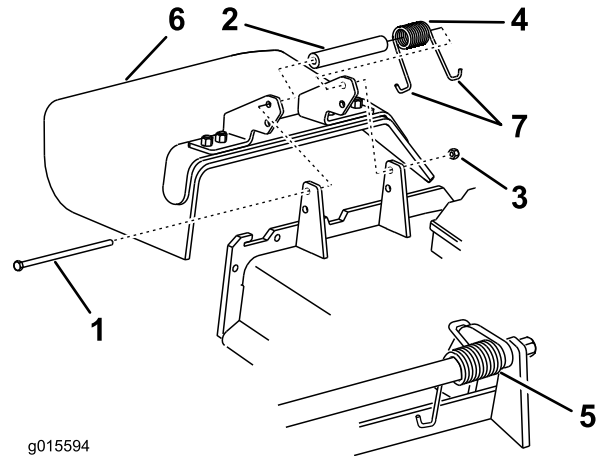

Bild 86
1. Entfernen Sie die Sicherungsmutter, Schraube, Feder und das Distanzstück, mit denen das Ablenkblech an den Schwenkhalterungen befestigt ist (Bild 86).
2. Entfernen Sie defekte oder abgenutzte Ablenkbleche (Bild 86).
Hinweis: Achten Sie darauf, dass ein J-förmiges Federende hinter der Mähwerkkante befestigt ist, bevor Sie die Schraube einsetzen, wie in Bild 86 abgebildet.
6. Führen Sie das J-förmige Hakenende der Feder um das Ablenkblech (Bild 86).